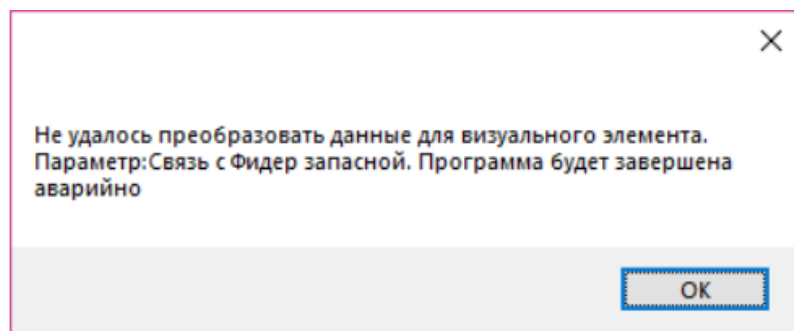

Рисунок 6.3 – Сообщение о невозможности преобразования данных для визуального элемента
3) невозможность преобразования данных для визуального параметра (см. рисунок 6.3). Необходимо проверить правильность типа визуального элемента;